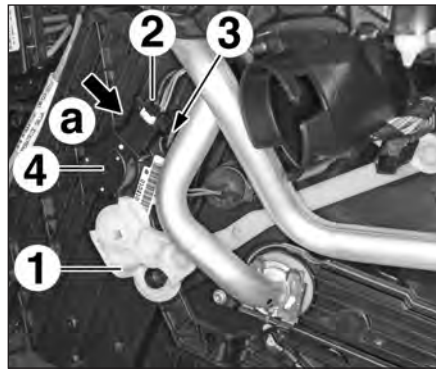

FIG.35
- les vis (17),
- le support (18),
- les vis (19),
- le support (20).
- Dégraffer la biellette (1) (Fig.35).
- Débrancher le connecteur (2).
- Déposer la vis (3).
- Déverrouiller le motoréducteur (4) en appuyant en (a).
- Tourner le motoréducteur (4) d'un quart de tour dans le sens antihoraire et le déposer.